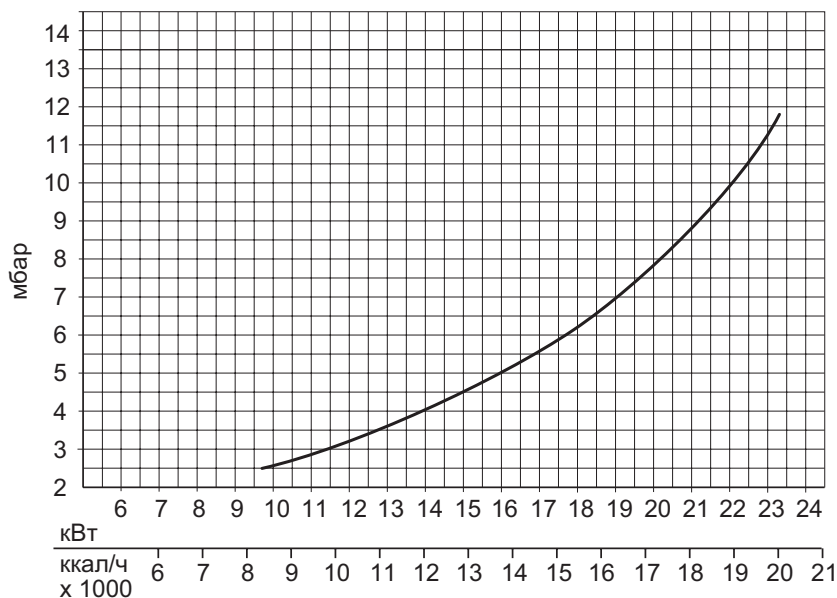

Рис. 3
N.B. - Давление газа в горелке и расход газа в режиме отопления, указанные в таблице, относятся к номинальной мощности котла; при необходимости снижения этой мощности (где это возможно), следует снизить давление газа, пользуясь графиками на рис. 3 - 4.
Регулировать теплопроизводительность (и тепловую мощность, передаваемую воде системы отопления) можно путем регулировки основной горелки через главную электронную плату (рис. 20). На графиках (рис. 3 - 4) показано изменение передаваемой воде тепловой мощности в зависимости от изменения рабочего давления горелки.